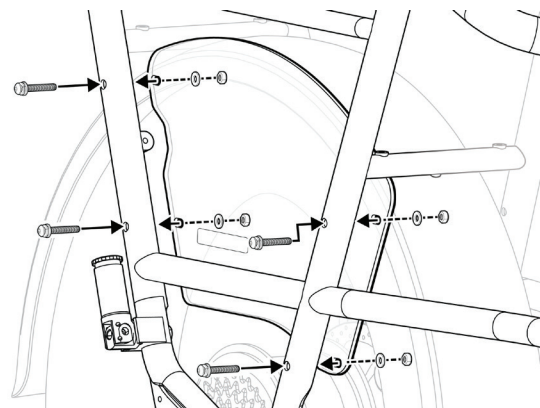

Abbildung 2: Montage eines Mantelschoners
- c. Führen Sie eine Mantelschoner zwischen dem Hinterrad und dem E-Bike-Rahmen durch. Richten Sie die vier Löcher an den Befestigungspunkten am Rahmen aus. Der Ausschnitt in der Mantelschoner sollte um die Montagehalterung auf der Rückseite des Gepäckträgers positioniert werden (Abbildung 2).